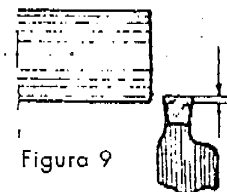

Figura 9
- b. Aproxime la herramienta transversalmente ( Figura 9 ).